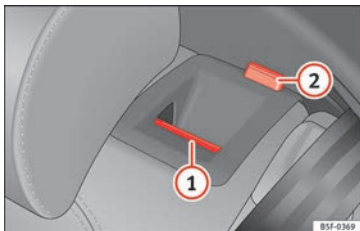

Bild 152 I ryggstödet till baksätet: Frigöringshandtag ①; röd markering ②.
- Tryck frigöringsknappen » bild 152 ① framåt och lyft ryggstödet samtidigt.
- Baksätets ryggstöd är inte spärrat när den röda delen av knappen ② är synlig.
Baksätets ryggstöd är inte spärrat när den röda delen av knappen » bild 152 ② är synlig.